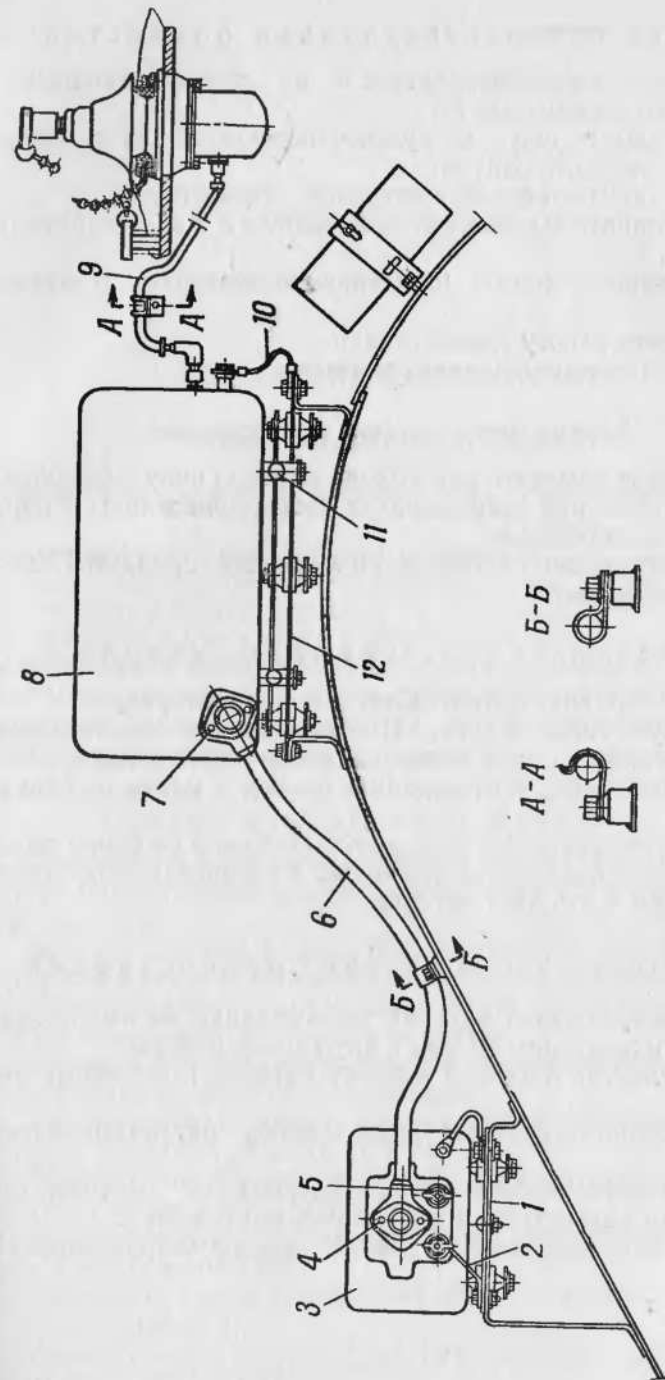

Рис. 78. Установка радиостанции:
2. Вывернуть винт и отсоединить провод 10 (рис. 78) от приемопередатчика.
2. Отвернуть гайку 5 (рис. 78) и отсоединить провод подвода питания от бортовой сети к блоку 3 питания радиостанции.